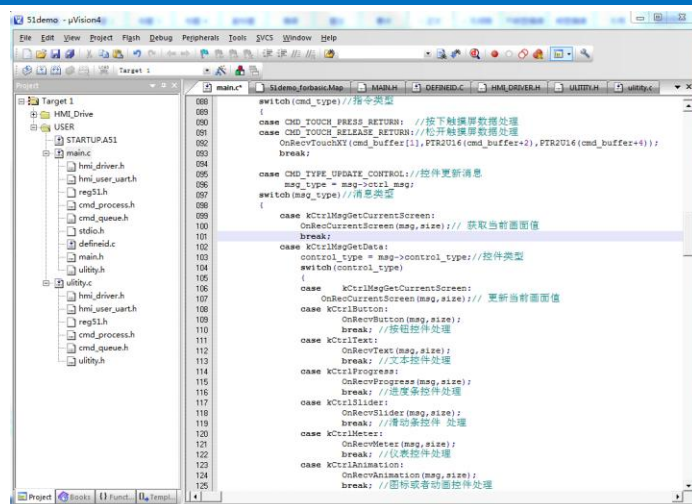

图 5.5 KEIL 程序模板
5. Keil 程序参考模板。我司已提供标准的串口屏开发平台模板，用户只需在对应的消息事件中添加应用程序即可，如图 5.5 所示。